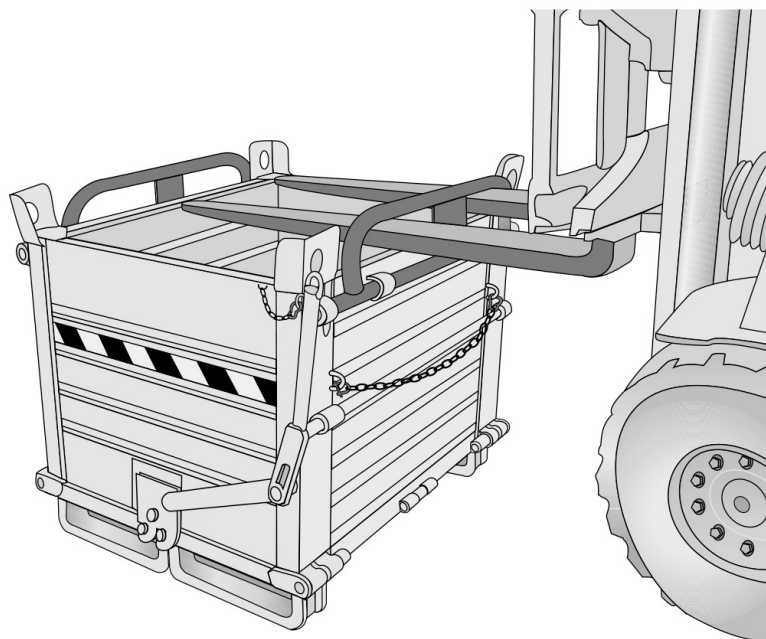

Fig.6.2.2
- 6.2.2 Posizionare le forche nelle apposite maniglie di inforcazione mantenendo i montanti di sollevamento del carrello in posizione verticale. Se necessario agire sul traslatore per centrare i punti di inserimento delle forche (**fig. 6.2.2**).